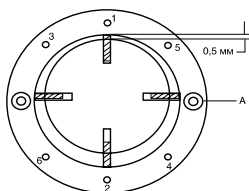

Рис. 9
те их в сухом месте, так как влага и грязь могут повредить компрессор. Заменяйте изношенные ротор и лопасти (если хотя бы одна лопасть из четырех изнашивалась, необходимо заменить все четыре лопасти). Соберите компрессор, учитывая, что желобки лопастей должны быть направлены к центру ротора, и зазор между ротором и статорным кольцом (26) должен быть 0,5мм, как показано на рис. 9.